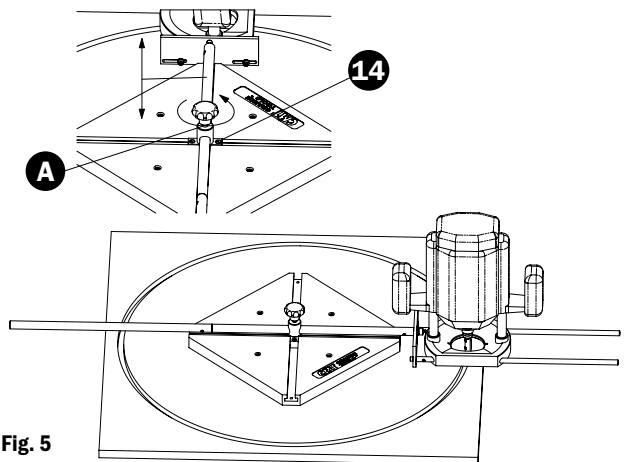

Fig. 5
**(Fig. 5)** Plaats 1 schuifgeleider (A) in het midden van je kruisframe (1), deze kan je nu vast schroeven met de 2 bijgeleverde conische bouten M4 x 25 (14) Plaats nu je bovenfreesmachine over de 2 parallellopende geleiders, zodat je nu de gewenste straal kan instellen.